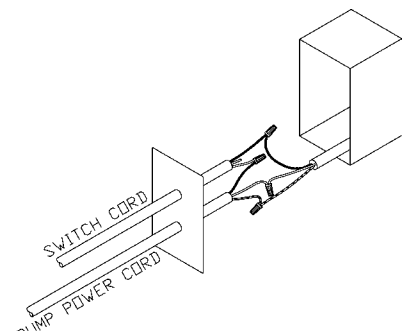

Figure 5.
2. The RS-5 230V switch is supplied with a stripped wire cord end. The end of the cord is to be wired to the pump in an electrical enclosure as shown in Figure 5. The power cord is color coded as follows: green or (green/yellow)—ground, black or (brown)—line, and white or (blue)—neutral.
2. L'interrupteur RS-5 de 230 V est accompagné d'un cordon avec une extrémité dénudée. Cette extrémité doit être raccordée à la pompe à l'aide d'une enveloppe électrique, tel qu'illustré à la Figure 5. Les codes de couleurs du cordon d'alimentation sont les suivants : vert (ou vert/jaune)—prise de terre; noir (ou brun)—ligne; blanc (ou bleu)—neutre.